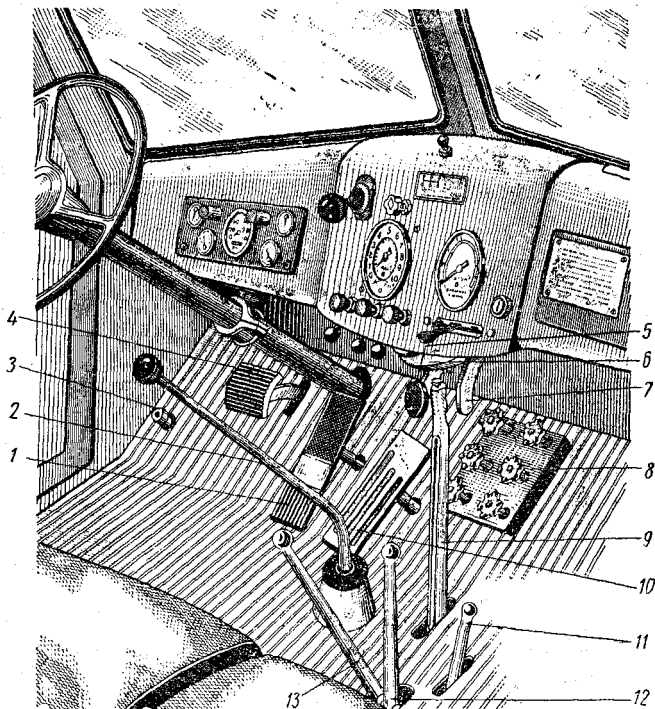

Рис. 6. Расположение рычагов и педалей управления:
**Рычаги управления** расположены в кабине в соответствии с общепринятым стандартом; рычаг 2 переключения коробки передач (см. рис. 6), рычаг 9 ручного тормоза, рычаг 13 переключения передач раздаточной коробки, рычаг 12 включения переднего моста и рычаг 11 включе-